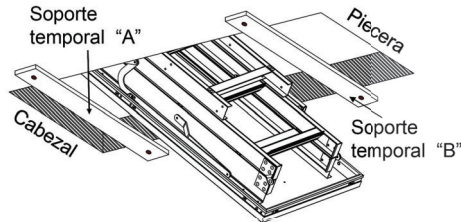

Figura 6 Colocación de la escalera de ático en la abertura del techo
H. Ambos instaladores necesitan trabajar juntos para posicionar la escalera de ático en los soportes temporales. Cuando el instalador #2 este en el ático y listo para asistir, el instalador #1 levantará la escalera de ático hasta la abertura. Ver Figura 6. El instalador #1 no debe subirse a una escalera mientras sube la escalera de ático, o podría caerse. Si la altura de techo a piso o el peso de la escalera de ático dificultan o hace impráctico el levantamiento, asegure una cuerda a la escalera de ático. El instalador #2 puede ayudar a subir la escalera de ático hacia la abertura del techo y colocarla sobre los soportes temporales.